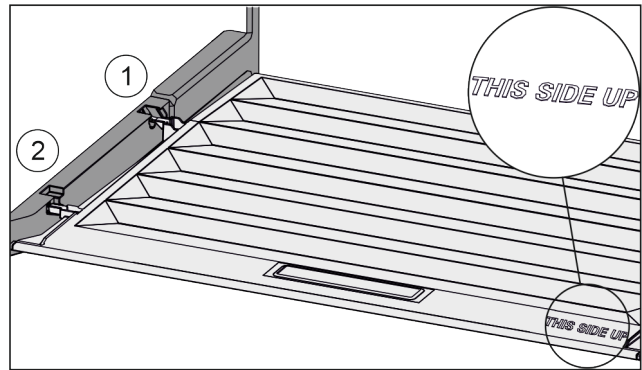

Fig. 25
- ▶ Вставить поперечные ребра крышки через отверстие заднего держателя Fig. 25 (1) и защелкнуть спереди в держателе Fig. 25 (2).